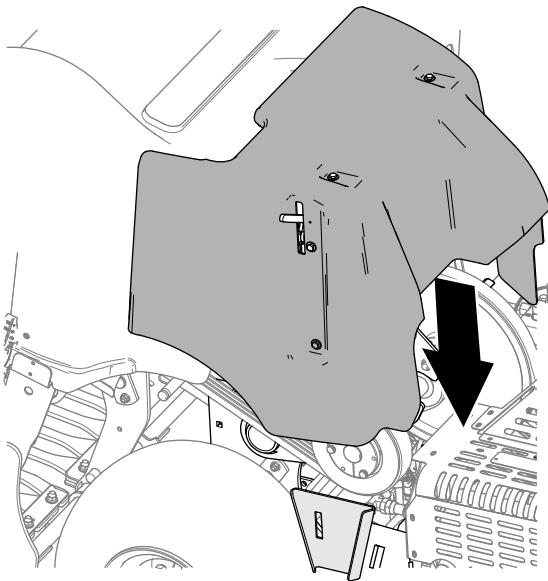

Bild 134
2. Senken Sie die Riemenabdeckung ab (Bild 134).